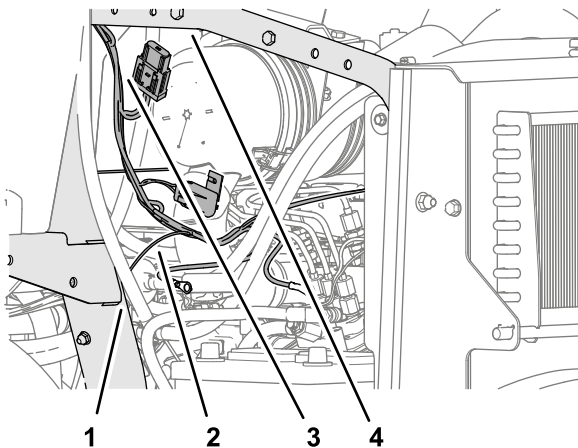

Рисунок 7
1. На левой стороне машины проложите ответвление жгута проводов с плоским разъемом в направлении передней части двигателя и нижней трубы защитной дуги (Рисунок 7).
3. Проложите ответвление жгута проводов питания с 2-штыревым разъемом, одноштыревым разъемом и 8-гнездовым разъемом вдоль нижней трубы защитной дуги и вверх в сторону опорной трубы (Рисунок 7).